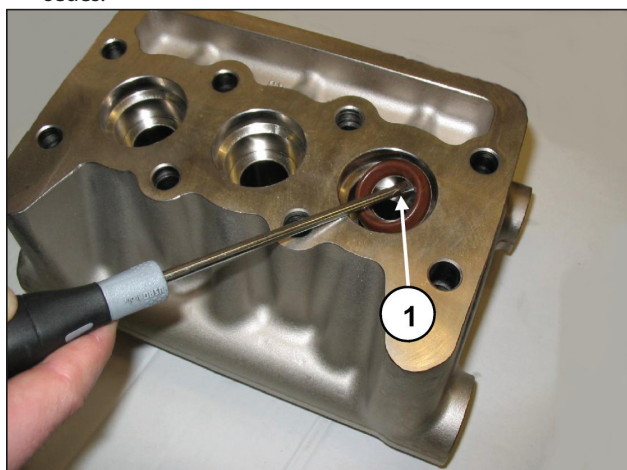

Fig. 30
- C) Extraer las juntas de alta presión del cabezal y aquella de baja presión del correspondiente soporte utilizando herramientas simples como se indica en Fig. 30, pos. ① prestando atención de no dañar las correspondientes sedes.